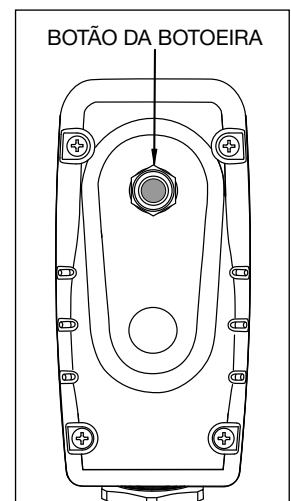

Figura 4, botoeira
5.2 Botoeira (Veja a Figura 4)